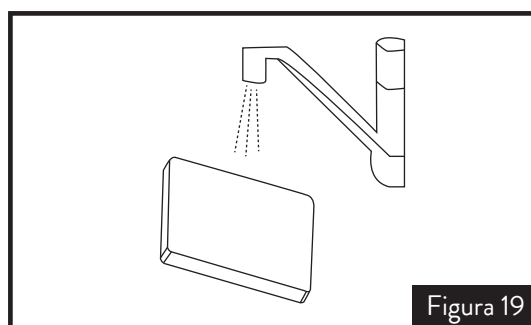

Figura 19
6. Lave los filtros como indica la figura 19.